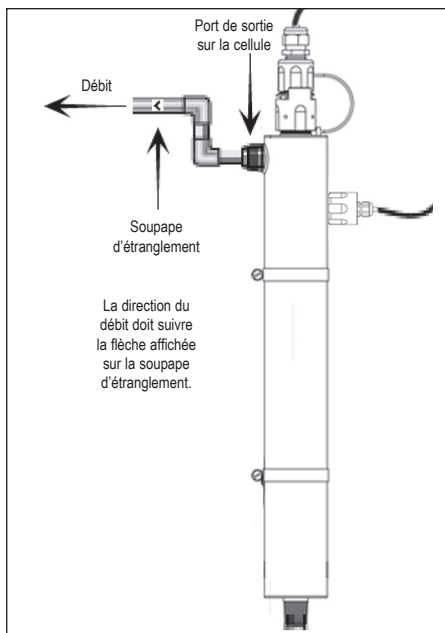

Figure 1C
3. Montez le système au mur à l'aide des crampons fournis. Vous pouvez utiliser plusieurs méthodes de connexion pour brancher l'alimentation d'eau au système, cependant des raccords unions sont recommandés. L'usage d'une soupape d'étranglement est fortement recommandé lors de l'installation de votre système pour maintenir le taux de débit du fabricant. La soupape d'étranglement devrait être installée au port de sortie et est conçue pour être installée dans une direction seulement. Assurez-vous que la direction du débit correspond à la direction du débit indiquée sur la soupape d'étranglement (figure 1C). **NE SOUDEZ PAS LES CONNEXIONS LORSQU'ELLES SONT BRANCHÉES AU SYSTÈME. CELA POURRAIT ENDOMMAGER LES JOINTS TORIQUES.**